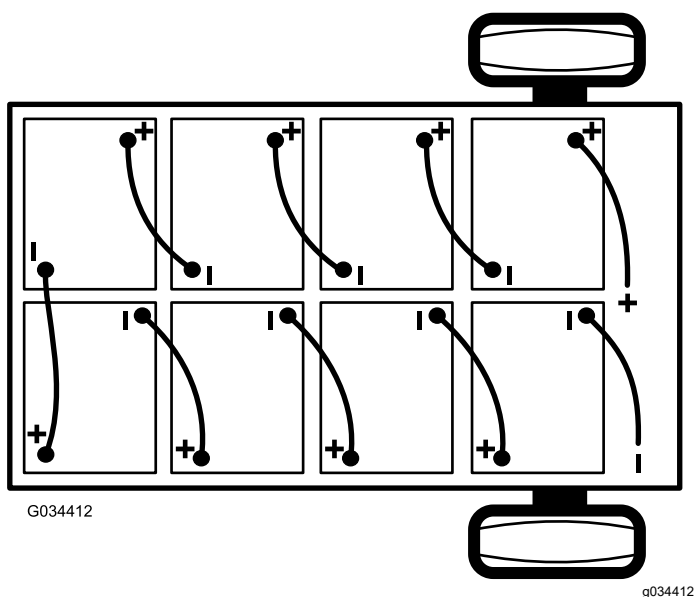

Рисунок 39
2. Отсоедините главный отрицательный кабель аккумулятора (черный), который соединяет блок аккумуляторов с точкой заземления автомобиля (Рисунок 39).
3. Отсоедините главный положительный кабель аккумулятора (красный), который соединяет блок аккумуляторов с главным контактом автомобиля (Рисунок 39).
- Примечание:** При установке аккумуляторов обращайте внимание на их полярность (Рисунок 39).
6. Соедините аккумуляторы между собой, как показано на Рисунок 39, с помощью промежуточных соединительных кабелей, снятых при выполнении пункта 1.
2. Подсоедините главный положительный кабель аккумулятора (красный) между блоком аккумуляторов и автомобилем (Рисунок 39).
3. Подсоедините главный отрицательный кабель аккумулятора (черный) между блоком аккумуляторов и автомобилем (Рисунок 39).